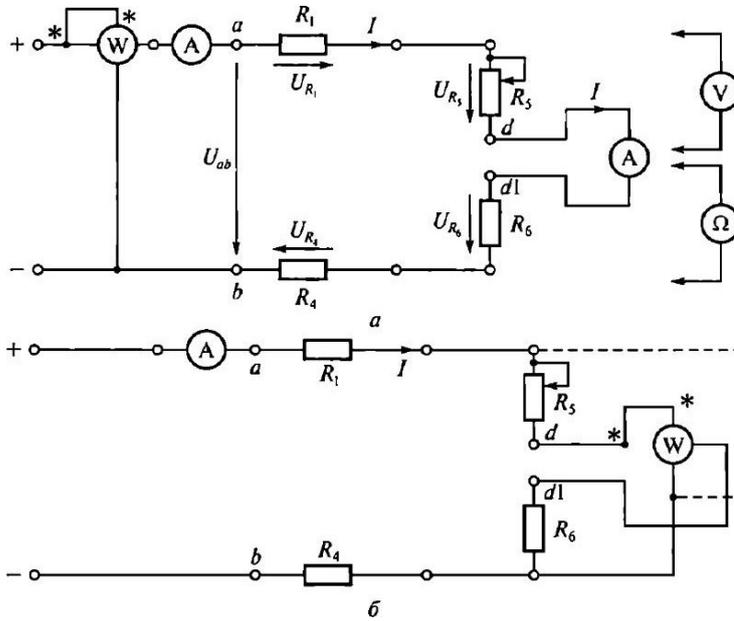

Рис. 2.1. Схемы ЭЦ постоянного тока для проверки:
3.2. Записать в протоколе испытаний применительно к ЭЦ, показанной на рис. 2.1, выражения для закона Ома, 2-го правила Кирхгофа и баланса мощностей.
- 3.5. Собрать ЭЦ в соответствии с рис. 2.1, а, установив вместо перемычки d — d1 миллиамперметр постоянного тока. После проверки схемы преподавателем подать в ЭЦ постоянное напряжение  $U_{ab}$ . Установить любое значение  $U_{ab}$  в пределах 10 ... 20 В и занести это значение в табл. 2.1.
- 3.8. Не изменяя сопротивления резистора  $R_5$  и напряжения питания  $U_{ab}$ , измерить с помощью ваттметра мощность, потребляемую каждым элементом ЭЦ и всей цепью ( $P_{аб}$ ). Для этого токовую катушку ваттметра включать последовательно с исследуемой ветвью, в катушку напряжения — параллельно ветви (см. рис. 2.1, б). Результаты занести в табл. 2.1.
5.2. Записать в протоколе испытаний применительно к ЭЦ, показанной на рис. 2.1, выражения для закона Ома, 2-го правила Кирхгофа и баланса мощностей.
5.3. В табл. 2.4 даны значения сопротивлений ЭЦ, приведенной на рис. 2.1. Напряжение питания  $U_{ab}$  задается преподавателем.